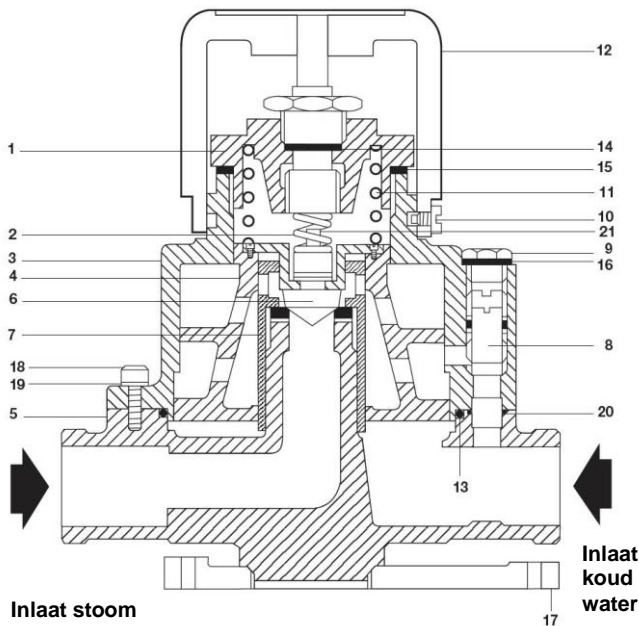

Fig. 14 – Mengklep 1" voorgesteld.
Na correcte montage wordt de temperatuur als volgt ingesteld. (zie fig. 14)
Tijdens onderhoud van de mengklep kijkt het best alles na en gebruikt u bij voorkeur een complete onderhoudskit. Draai de stoom - en watertoevoer dicht en maak het systeem drukloos door het waterpistool enkele malen te laten spuiten en maak vervolgens het pistool van de slang los. Reinig het pistool en bevestig het pistool terug op de slang volgens fig. 9, 10 en 11. Maak de 3 wartelmoeren los en haal de mengklep van de bevestigingsplaat. Breng de mengklep naar de werkplaats. Zie fig. 14 voor de referentienummers. Draai de blokkeerschroef (10) los en verwijder de regelknop (12). Schroef de dekselmoer (1) los en verwijder de regelveer (11). Schroef de dekselschroeven (8 x 6 mm voor 1/2" en 3/4" en 8 x 8 mm voor 1" en 1 1/2") los en verwijder het deksel (3). Overige componenten kunnen nu uit elkaar genomen worden. Alle onderdelen kunnen nu gereinigd worden met behulp van een aangepaste ontkalkingsmiddel.